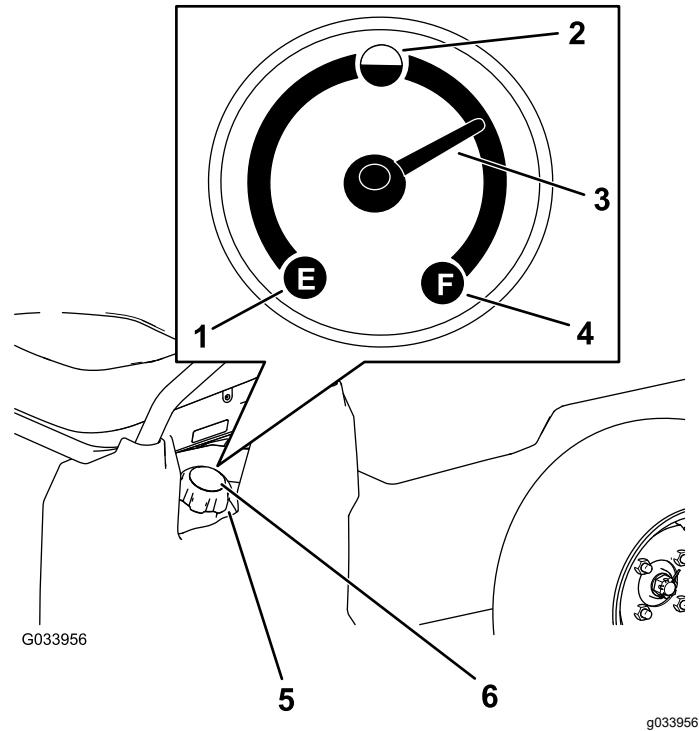

Figura 14
4. Limpie la zona alrededor del tapón del depósito de combustible (Figura 14).